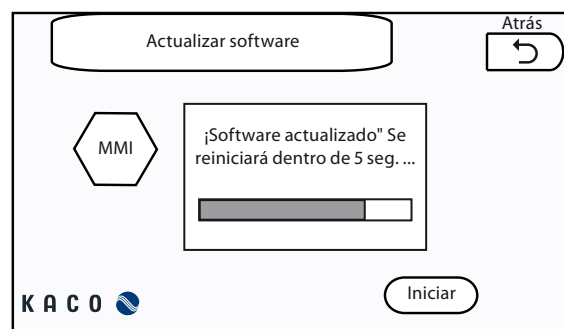

Figura 60: Cuadro de diálogo de reinicio
- » Al cabo de un rato, se reinicia el sistema (Figura 60)